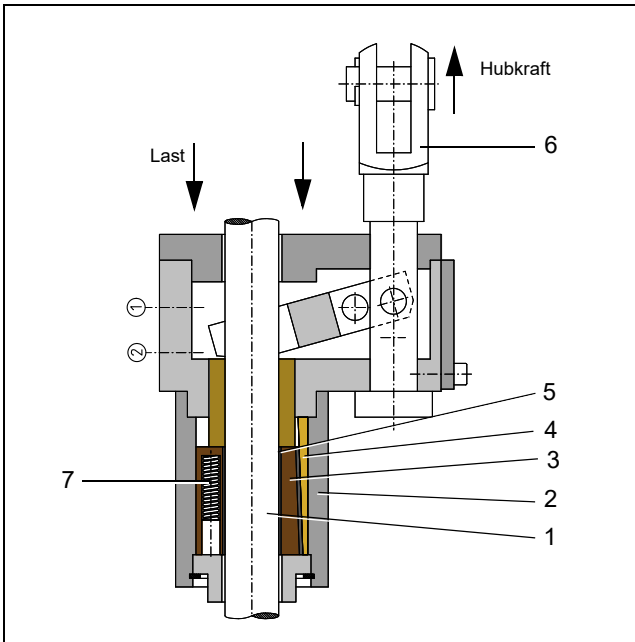

Abb. 2: Aufbau der Absturzsicherung KRM (Klemmung gelöst)
Die Kolbenstange bzw. Haltestange (1), Abb. 2 wird durch das Gehäuse (2), Abb. 2 umschlossen, in welchem mehrere Keilsegmente, sog. Fangbacken (3), Abb. 2, mit je einem Gleitbelag (4), Abb. 2 und einem Bremsbelag (5), Abb. 2 angeordnet sind. Der Zug des gespannten Tragmittels an der Schaltstange (6), Abb. 2, hält die Fangbacken gelüftet, so dass sich die Stange frei bewegen kann. Die Federn (7), Abb. 2 sind dabei vorgespannt.